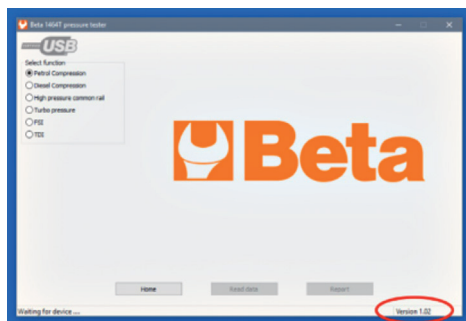

Fig. 1
- Verificar que a versão do software do PC seja a versão 1.2 ou superior. Se a versão do software do PC for uma versão inferior, executar o software para que atualize automaticamente; depois de lançado o software, esperar ao redor de um minuto para baixar o novo software do PC; no lançamento seguinte do software a nova versão estará instalada. (A versão é visível no canto em baixo à direita da janela. Ver fig. 1)